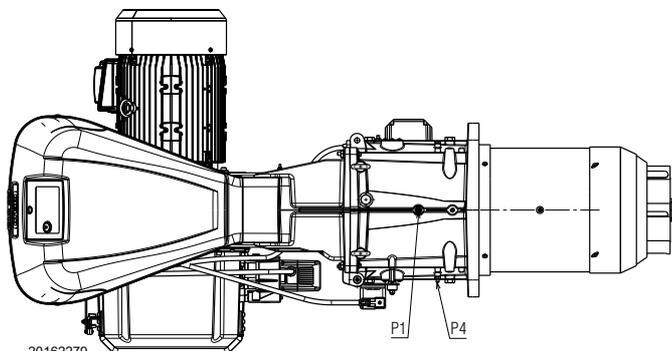

Abb. 21
Druckverlust am Flammkopf. Gasdruck, gemessen am Anschluss P1) (Abb. 21) unter folgenden Bedingungen:
- vom Gasdruck am Anschluss P1) (Abb. 21) den in der Brennkammer vorhandenen Druck abziehen.
$$\begin{aligned} \text{Gasdruck an der Entnahmestelle 1)(Abb. 21)} &= 27,6 \text{ mbar} \\ \text{Druck in der Brennkammer} &= 2 \text{ mbar} \\ 27,6 - 2 &= 25,6 \text{ mbar} \end{aligned}$$
Um hingegen den am Anschluss P1) (Abb. 21) erforderlichen Gasdruck zu ermitteln, nachdem die MAX. Leistung festgelegt wurde, bei der Brenner arbeiten soll:
- Rechts, in Spalte 1, den Druck am Anschluss P1) (Abb. 21) ablesen.
Erforderlicher Druck am Abnahmeanschluss P1) (Abb. 21).